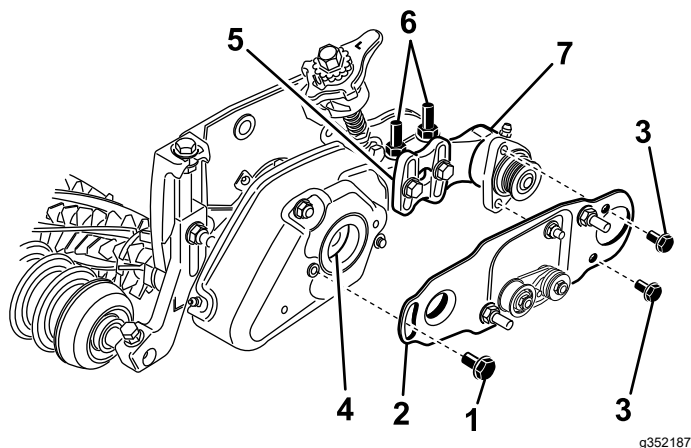

Bild 27
12. Lösen Sie die Schrauben (nehmen Sie diese jedoch nicht ab), mit denen das Lagergehäuse der Rollenbürste an den Befestigungshalterungen der Rollenbürste montiert ist (Bild 27).
13. Bauen Sie die Schwenkplatte der Rollenbürste ein (Bild 27). Stellen Sie sicher, dass die Scheibe richtig an der Abdeckung sitzt, wenn der Vorsprung an der Schwenkplatte in die Scheibe im Lagergehäuse eingesetzt wird.
14. Schmieren Sie die zwei Schrauben (5/16 x 5/8") mit 242-Loctite (blau) ein und montieren Sie die Bürstenplatte am Lagergehäuse der Rollenbürste mit diesen Schrauben (Bild 27). Ziehen Sie die Schrauben mit 20-25 N·m an.
- Lösen Sie die zwei Bundsicherungsmuttern, mit denen die Befestigungshalterung der Rollenbürste an der Seitenplatte der Schneideinheit befestigt ist (Bild 27).
- Drehen Sie das Lagergehäuse der Rollenbürste so lange, bis die Bürstenplatte mit der Seitenplatte der Schneideinheit parallel ist (Bild 27).
der Rollenbürste an der Seitenplatte der Schneideinheit befestigt ist (Bild 27).
19. Schmieren Sie die Schulterschraube mit 242 Loctite (blau) ein (Bild 27). Befestigen Sie die Bürstenplatte mit der Schulterschraube an der Groomerabdeckung. (Bild 27). Ziehen Sie die Schraube mit 20-25 N·m an.